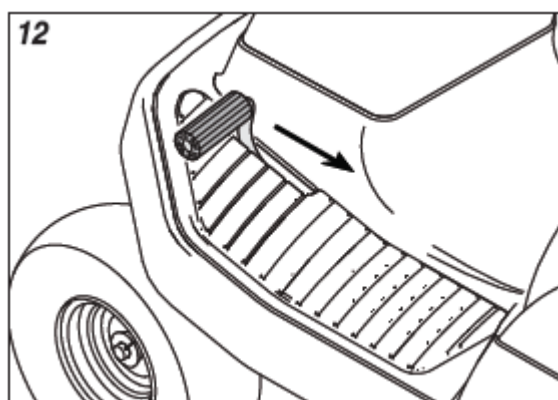

Рис. 13
2. Плавно отпустите педаль тормоза (см. рис. 13).
1. Выжмите педаль тормоза до конца (см. рис. 13).
1. Остановите райдер с помощью педали тормоза (см. рис. 13). Не убирайте ногу с педали.